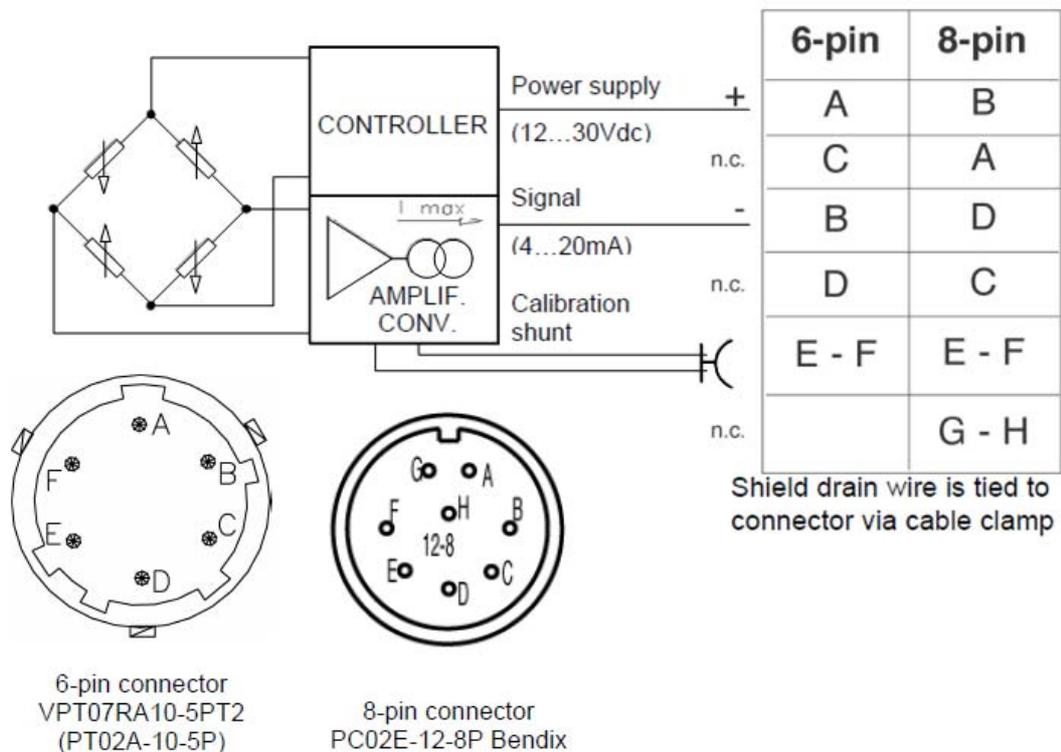

Figura 61: Esquema de Conexión Eléctrica del Sensor de Presión [25]
Este sensor cuenta con un conector de seis (6) pines para realizar su respectiva conexión eléctrica del transmisor. En la figura 61 se puede apreciar el esquema de conexión para un conector de 6 y 8 pines. [25]